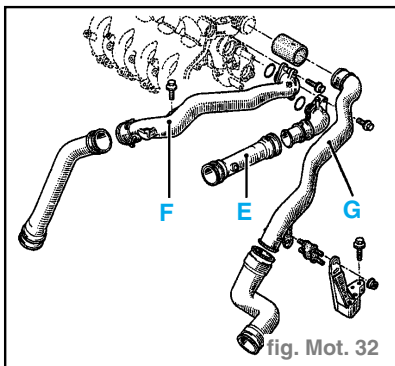

fig. Mot. 32
- le raccord inférieur d'huile (C),
- les conduits E, F, G. (fig. Mot. 32)